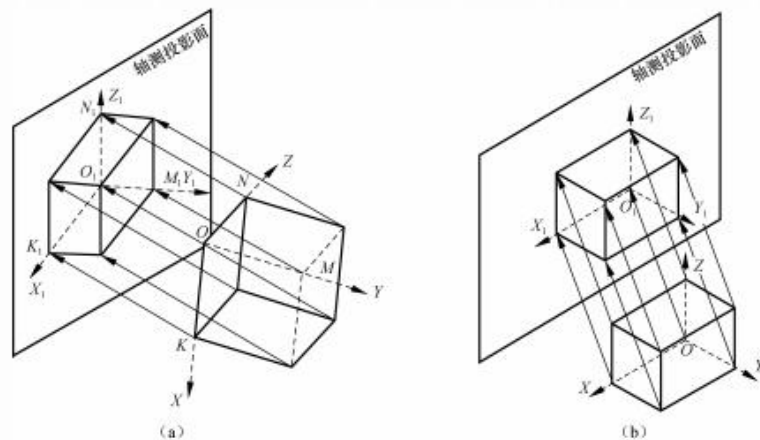

图 4-59 轴测图的形成
- ❖ 轴测图是单面投影图，这个投影面就叫轴测投影面。轴测图是根据平行投影法画出的平面图形。如图 4-59 所示，空间直角坐标系的 OX 、 OY 和 OZ 坐标轴，在轴测投影面上的投影 O_1X_1 、 O_1Y_1 和 O_1Z_1 ，叫做轴测轴。两轴测轴间的夹角 $\angle X_1Y_1Z_1$ 、 $\angle X_1O_1Z_1$ 和 $\angle Z_1O_1Y_1$ ，叫做轴间角。空间坐标轴 OX 上的线段 OK 在轴测轴 O_1X_1 上为 O_1K_1 ，比值 O_1K_1/OK 叫 X 轴的轴向伸缩系数，用符号 p_1 表示。各轴的轴向伸缩系数是：